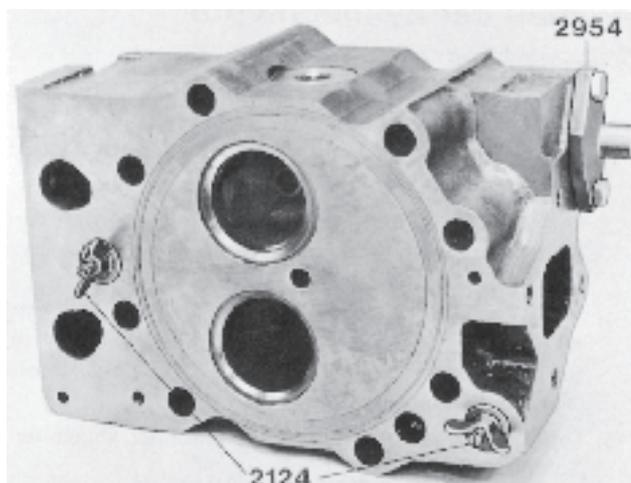
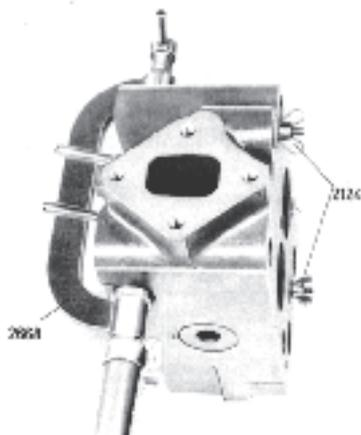

Fig. 24. Essai sous pression de culasse, série 120
Fig. 23. Essai sous pression de culasse, moteur de la série 100
1. Fixer le bouchon expandeur 2124 (2 bouchons) et brancher un flexible de prise d'eau avec 2668 sur les moteurs de la série 100 (figure 23) et 2954 avec un joint torique sur les moteurs de la série 120 (figure 24). Ne pas serrer trop fortement les écrous à oreilles sous peine d'endommager les joints caoutchouc.